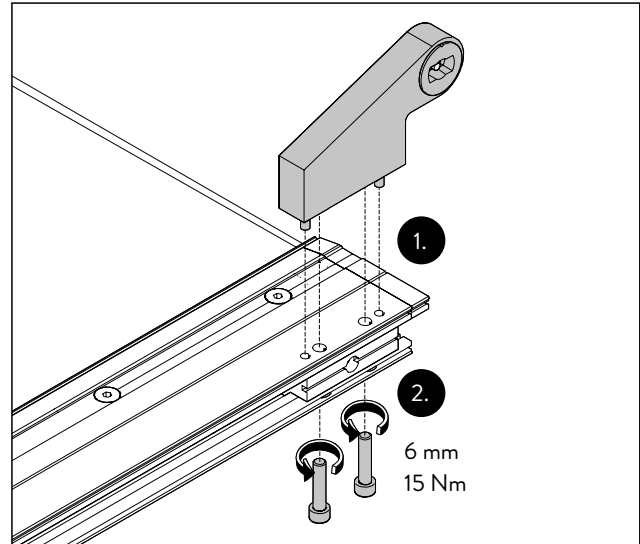
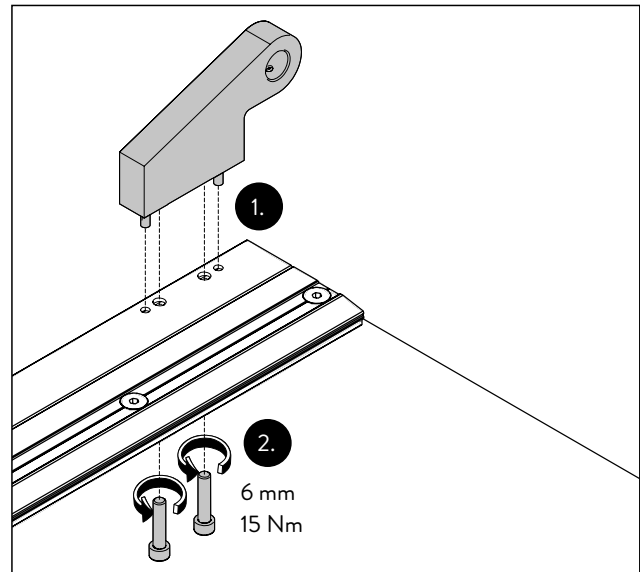

Abb. 15 Den Türhebel an der unteren Türschiene montieren
Abb. 16 Den Türhebel an der oberen Türschiene montieren
- Den Türhebel mit den Stiften auf die Türschiene aufsetzen (Abb. 15/1 und Abb. 16/1).
- Den Türhebel von der anderen Seite mit den 2 Schrauben durch den Einsatz in der Türschiene befestigen (Abb. 15/2 und Abb. 16/2). Den Anzugsmoment beachten.